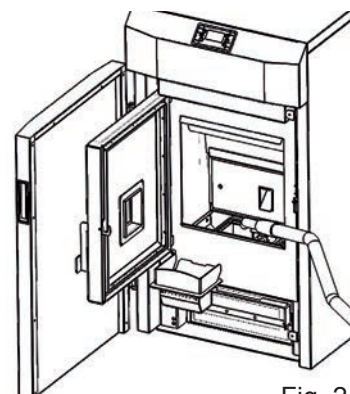

Fig. 2
- Sollevare il braciere ed aspirare i residui alla base della camera di combustione; (Fig. 2)